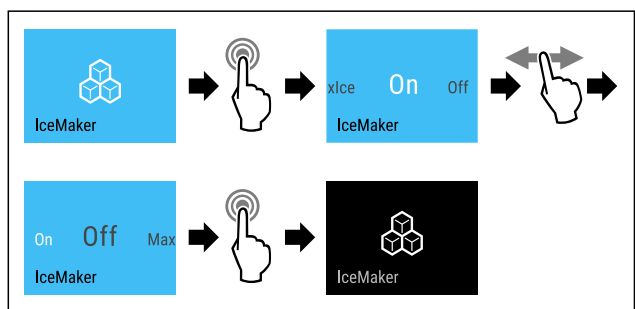

Fig. 23 Пример отображения с активированной функцией IceMaker
- ▶ Выполните шаги действия (см. Fig. 23).